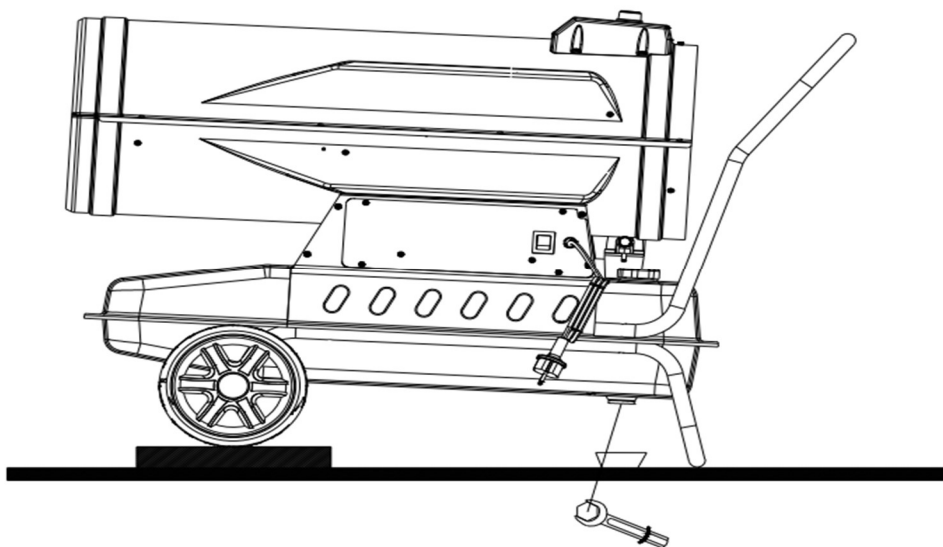

Рис. 11 Очистка топливного бака
► **Способ удаления воды из топливного бака (Рис. 11):**